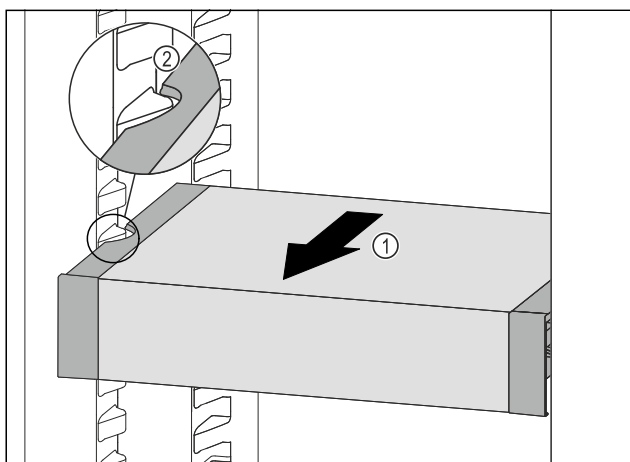

Fig. 72
- ▶ Изтеглете VarioSafe напред Fig. 72 (1), докато страничните прорези на VarioSafe се намират на височината на ребро на съда в хладилната част. Fig. 72 (2)